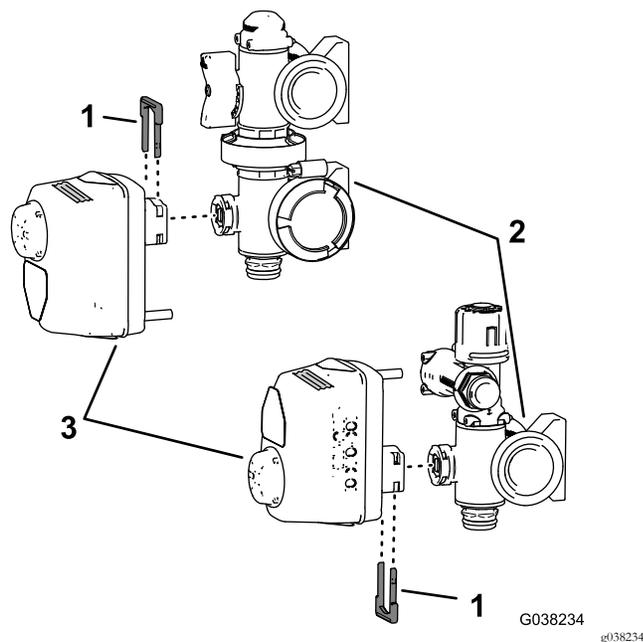

図 52
2. アクチュエータをマニホルドバルブに固定しているリテーナを外してアクチュエータをバルブから分離する 図 52。